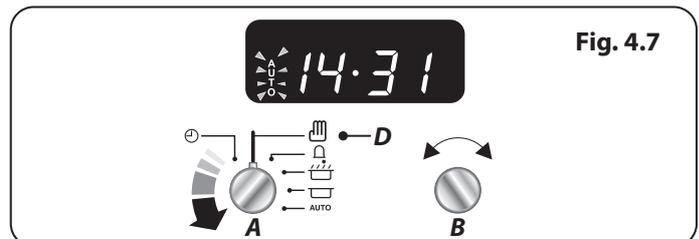

Fig. 4.7
4. Une fois la durée spécifiée écoulée, une alarme est émise et le four s'arrête de fonctionner. Le symbole « Cuisson » disparaît de l'affichage et le mot « AUTO » se met à clignoter (Fig. 4.7).
5. Lors de votre retour, replacez le bouton du Programmeur (A) sur la position Manuel (D) pour revenir au mode de cuisson manuel (Fig. 4.7).